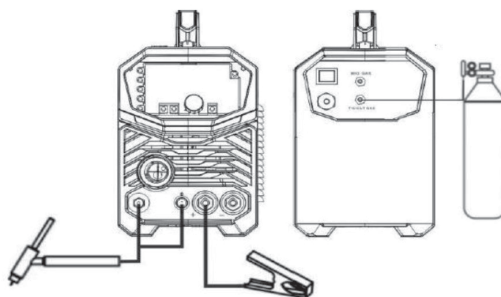

Рис. 18
Сварка TIG выполняется на прямой полярности (зажим на массу подключается к «+» клемме) (рис. 18).
1. Подключите сварочный кабель с зажимом массы к плюсовому разъему аппарата (рис. 18).